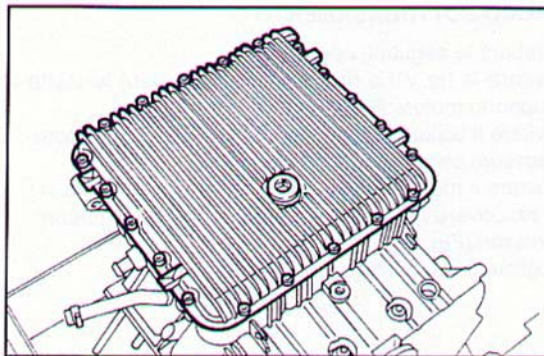

Fig. 78 ▲
- svitare le venti viti e rimuovere il coperchio coppa olio (Fig. 78) e la relativa guarnizione;
- unscrew the twenty screws and remove the oil sump cover (Fig. 78) with its gasket;